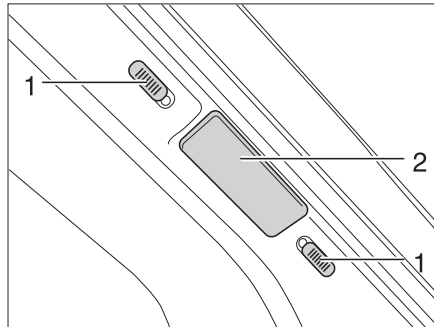
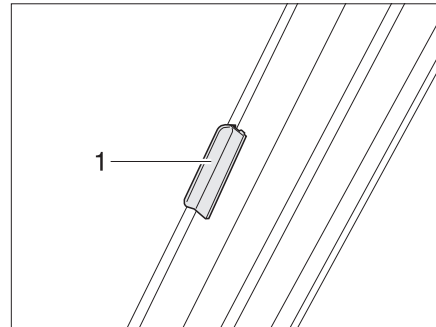

Fig. 19 Bloqueo estor plegable luna delantera
Fig. 20 Bloqueo estor plegable luna delantera (modelo 1)
- Empujar ambas mitades del estor plegable para la luna delantera en el tirador (Fig. 19,2 y Fig. 20,1) hacia afuera, hasta el tope.
- Empujar los botones de bloqueo (Fig. 19,1) hacia abajo o hacia arriba. Cuando se vea el punto rojo, estará abierto el bloqueo.